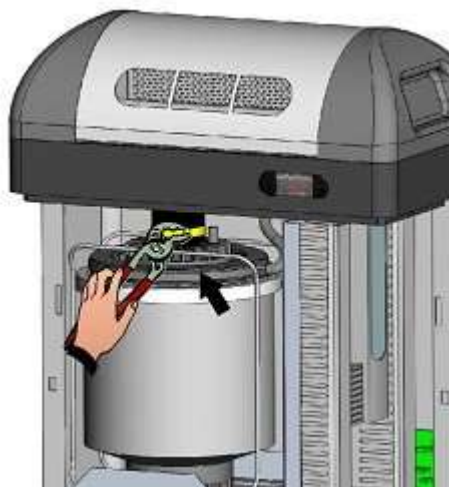

Fig. 5
- Brancher le manchon de la vapeur à la bride de l'humidificateur. (Fig. 5)